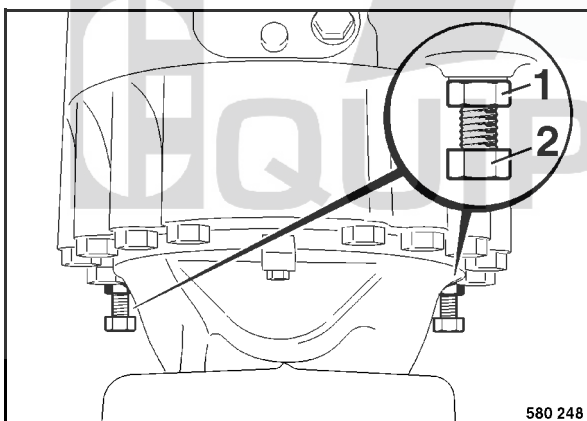

Fig. 109
- Pour desserrer les freins, dévisser le contre-écrou 1 (Fig. 109) d'env. 8 mm.
- Visser les vis de desserrage du frein (2) jusqu'en butée.